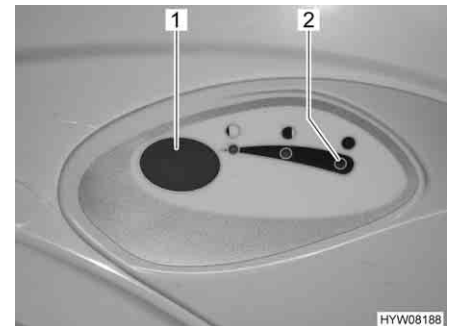

Fig. 261 Bouton pour la chasse d'eau/
- Pour actionner la chasse d'eau, appuyer sur le bouton bleu (Fig. 261,1).
Le voyant de contrôle (Fig. 261,2) s'allume lorsque le réservoir pour matières fécales doit être vidé.